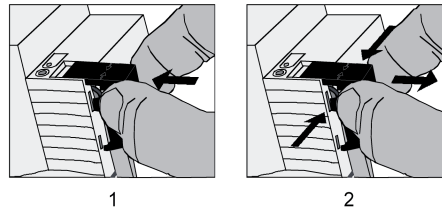

Bild 5: Abdeckkappe für Busanschluss anbringen / entfernen
- Abdeckkappe anbringen: Die Abdeckkappe wird über die Busklemme geschoben, bis sie spürbar einrastet (Bild 5).
- Abdeckkappe entfernen: Die Abdeckkappe wird entfernt, indem sie seitlich leicht eingedrückt und nach vorne abgezogen wird (Bild 5).